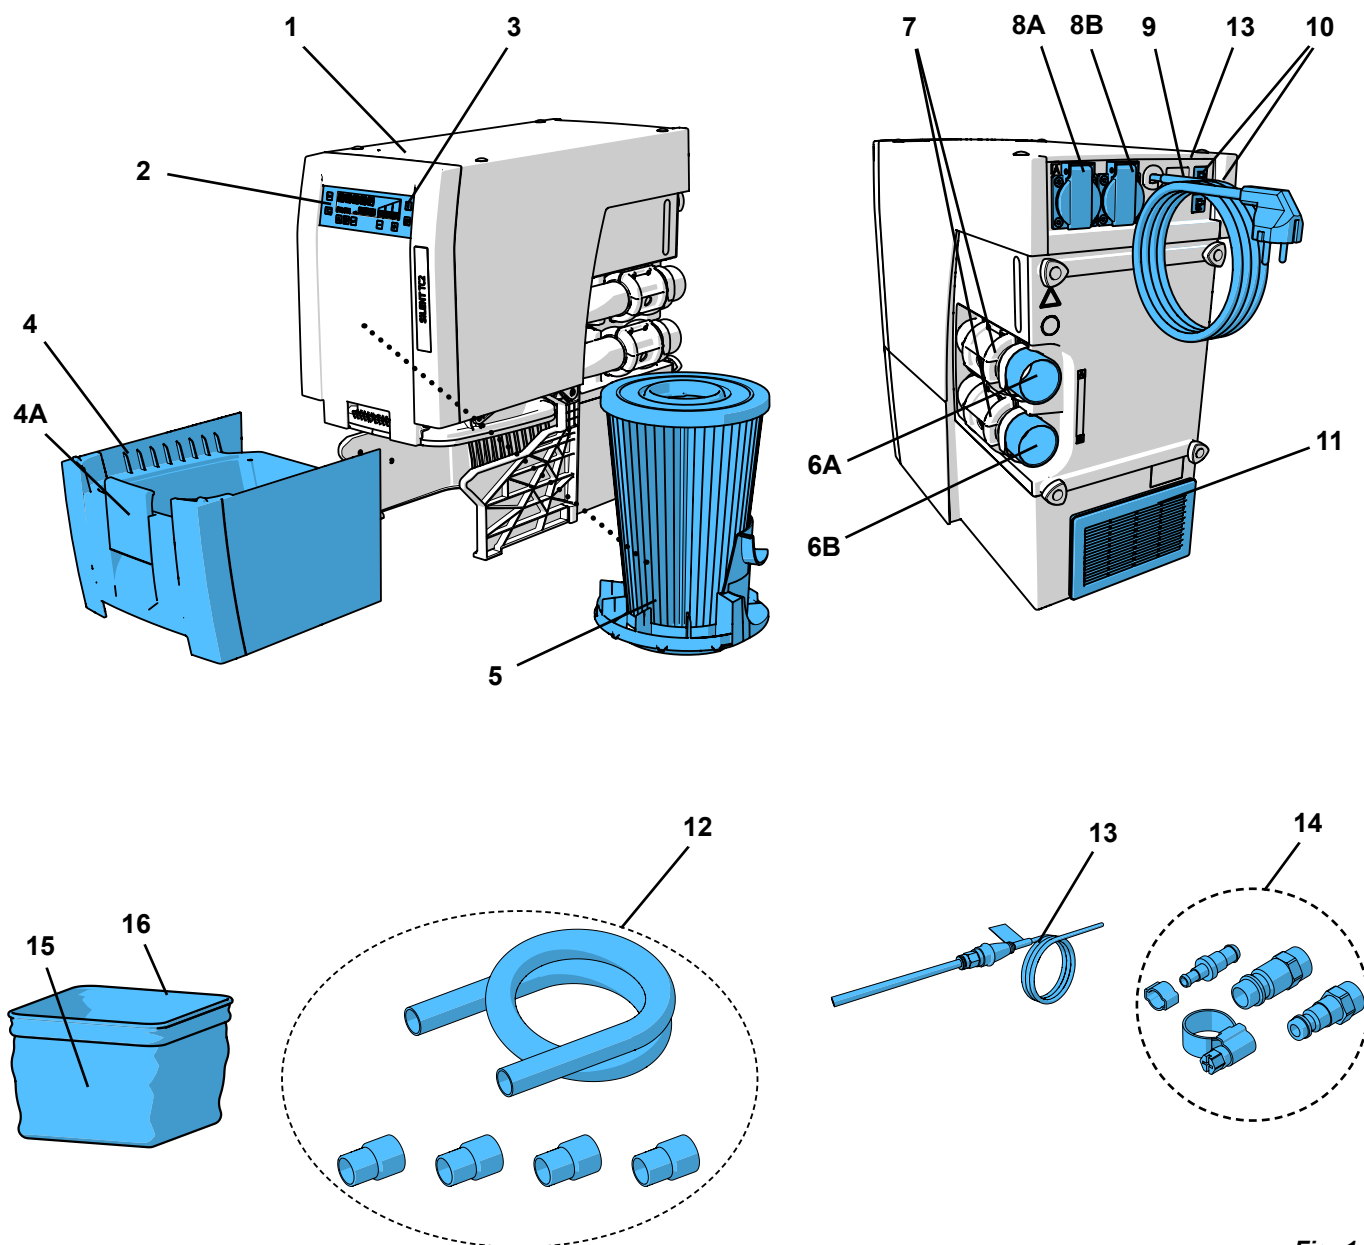

Fig. 1
- Orificiul de evacuare (11, Fig. 1) să nu fie blocat.
- Conductă externă de evacuare a aerului (A) (a se vedea capitolul 4.7).
- O deschidere în partea din spate a dulapului (B), de minimum 250 x 120 mm, în corespondență cu de ieșirea aerului de evacuare (11, Fig. 1).
- Îndepărtați partea din spate a dulapului (C). Distanța de la partea din spate a dulapului la perete min. 50 mm.
⇒ Desfășurați cablul de alimentare (9, Fig. 1) și introduceți ștecherul în priză electrică a clădirii.
⇒ Selectați racordul adecvat din setul de conexiuni furnizat (14, Fig. 1) și atașați-l la capătul furtunului.